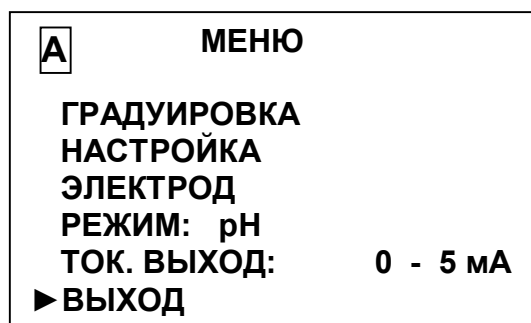

Рисунок 1.11
1.5.5.3 Работа с экраным **МЕНЮ [A]** и **МЕНЮ [B]** (рисунок 1.11)